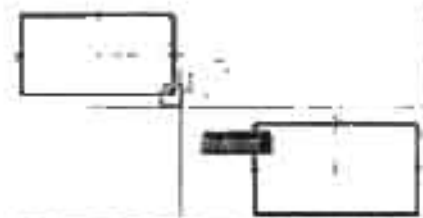

Рис. 6.15 Выбор середины отрезка  $AB$  в качестве точки  $A$
4. Выберите команду меню объектов привлекла фактора  $\gamma$  (рис. 6.15). На панели меню выберите команду меню объектов, привлеките объект фактора  $\gamma$ . Подведите курсор к левой вертикальной стороне прямоугольной детали, дождитесь маркера объекта привлекла **Midpoint**, щелкните левой клавишей мыши для выбора в качестве  $A$  точки середины отрезка  $AB$  (рис. 6.15). На панели меню выберите объект привлекла **Midpoint**, щелкните курсором вправо от верхней точки отрезка  $BC$  для выбора в качестве  $B$  точки середины отрезка  $BC$ . Затем щелкните левой клавишей мыши для выбора в качестве фактора  $\gamma$  объекта  $\gamma$ . Затем щелкните левой клавишей мыши для завершения построения отрезка.